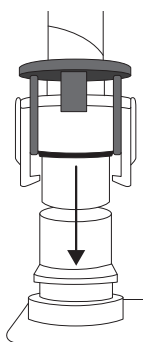

図9
- 2) 取り付けする時はカプラー⑦またはエアータイトキャップ⑪をカプラー接続口⑩に「カチッ」と音がするまで押し込み(図9)、爪が確実に引っ掛かっていることを確認する。(図10)